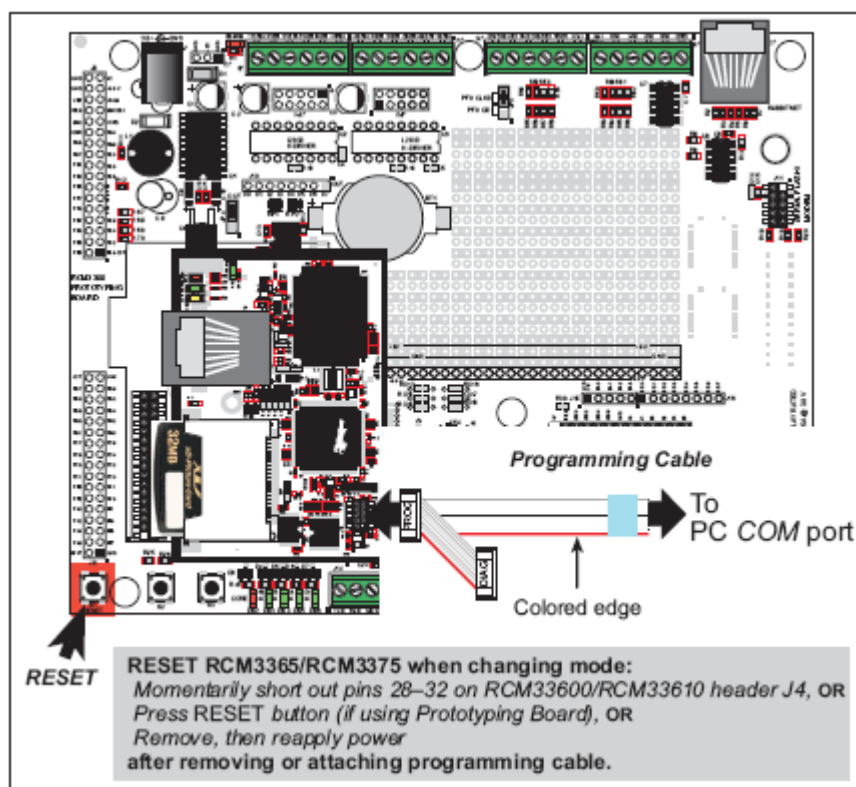

Figura 6. Trecerea din modul Programare în modul Run
2. Resetați RCM3365. Puteți face acest lucru urmând instrucțiunile din figura 6. RCM3365 este acum gata să lucreze în modul Run.
2. Resetați RCM3365. Puteți face acest lucru urmând instrucțiunile din figura 6. RCM3365 este acum gata să lucreze în modul Programare.